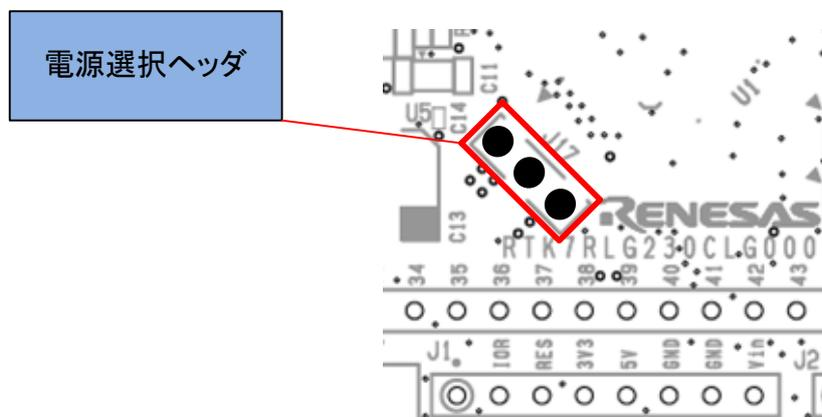

図 5-6: エミュレータ/外部電源使用時のヘッド設定(部品面)
- ・ J17 オープン：エミュレータ/外部電源供給を選択。(図 5-6)